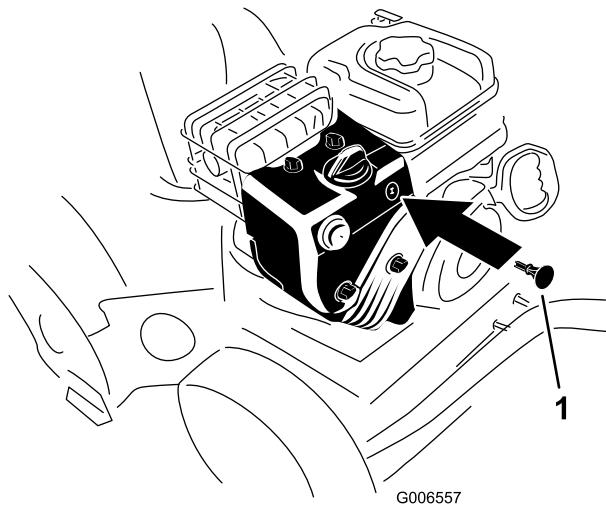

Рисунок 25
- Вставьте ключ зажигания (Рисунок 25).